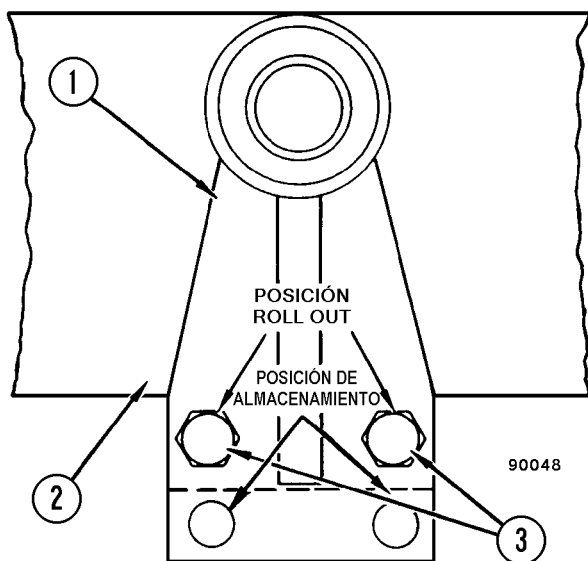

FIGURA 2-9. RODILLOS DEL SUBCHASIS
5. Coloque una gata debajo de la parte trasera del módulo de potencia. Levante la parte trasera del subchasis del motor e instale los rodillos del subchasis (vea la Figura 2-9). Baje cuidadosamente la parte trasera del subchasis hasta que los rodillos descansen en el riel guía del bastidor principal.
NOTA: Los rodillos del subchasis vienen en el grupo de herramientas del camión y pueden instalarse en la posición de almacenamiento después de su uso, como se muestra en la Figura 2-9.
3. Revise los rodillos del subchasis para asegurarse de que rueden libremente y que estén en la posición "roll out" (vea la Figura 2-9).